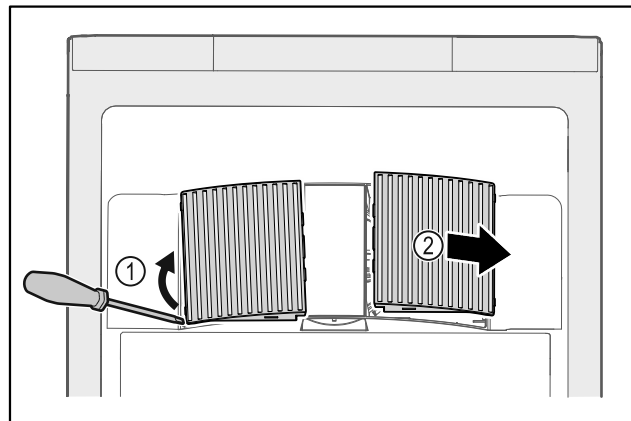

Fig. 34
► Pokrov ventilatorja previdno dvignite s strani Fig. 34 (1) in ga odstranite v smeri naprej Fig. 34 (2).